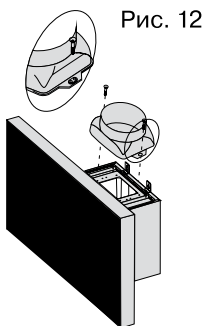

Рис. 12
5. Установите пластмассовый переходной фланец (если он не установлен) на соответствующее место сверху вытяжки с помощью двух шурупов. (рис. 12).